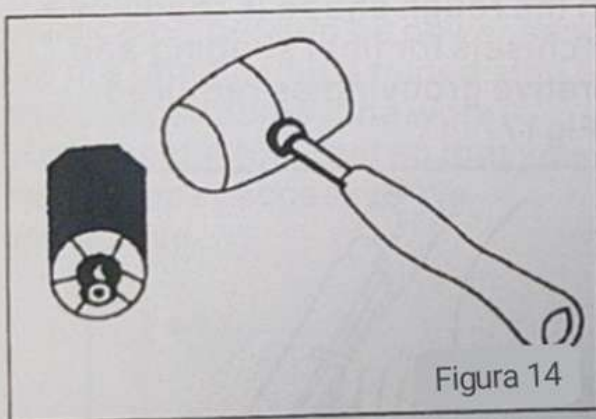

Figura 14
**MONTAJE DE LA OBRA ENTRE CENTROS-**Desatornille el centro de arrastre del husillo del torno. Ubique el punto del centro de conducción en el orificio marcado en un extremo de la madera y martille hasta el fondo con un mazo de madera de martillo blando. Ver figura 14